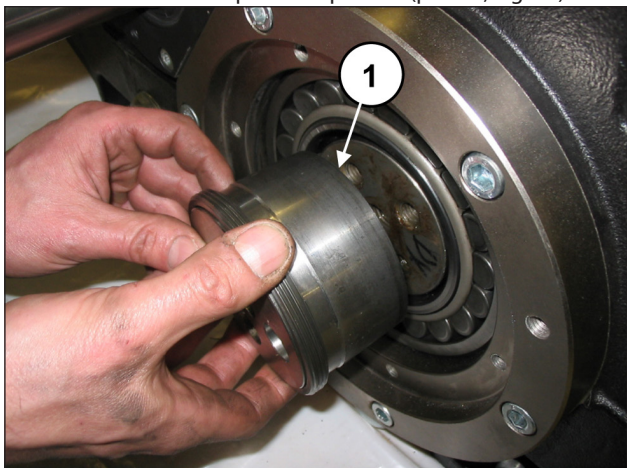

Fig. 21
Desmontar los dos casquillos de presión (pos. ①, Fig. 21).